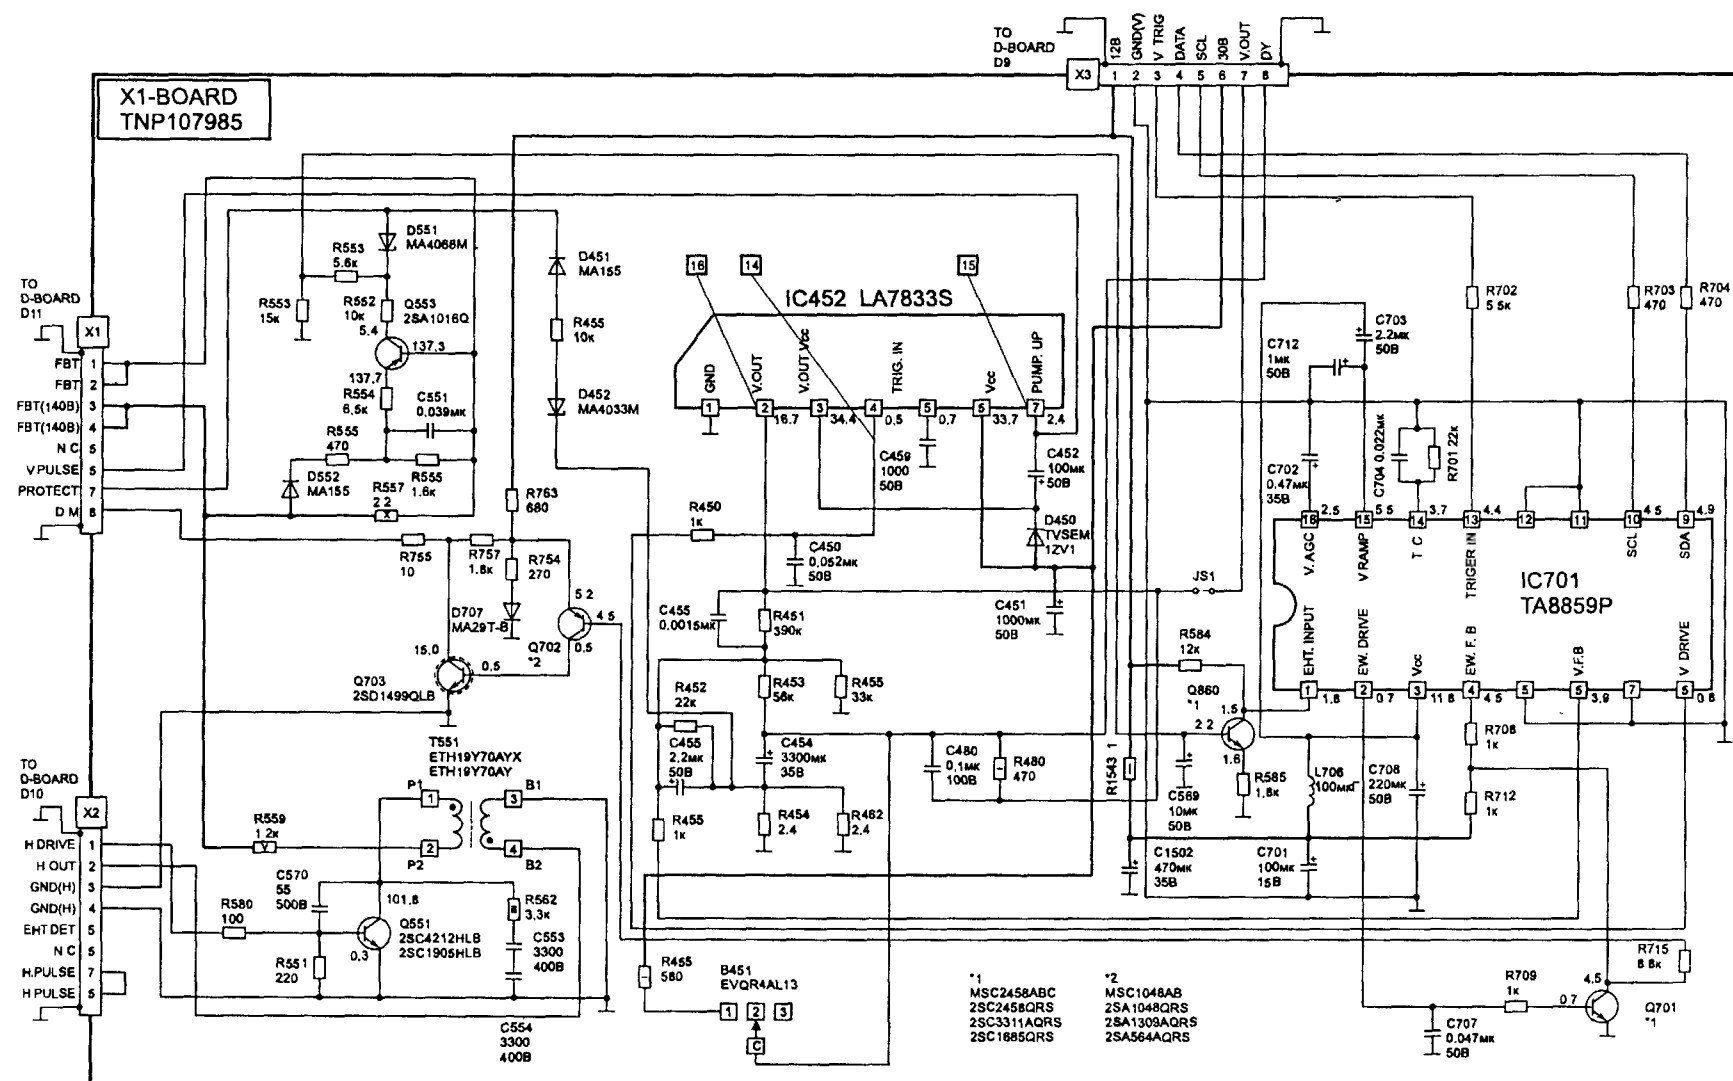
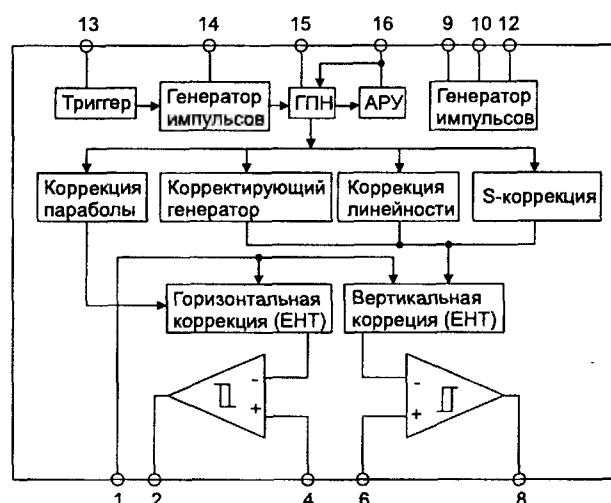

Рис. 4.16. Плата X1
Рис. 4.18. Структурная схема микросхемы TA8859P
Сигнал строчной синхронизации H. DRIVE с выв. 6 IC601 поступает на схему запуска строчной развертки на элементах Q551, T551 (рис. 4.16) по цепи: конт. 1 соединителей A3/D3/D10/X2 → база Q551.
Подушкообразные искажения раstra корректируются методом амплитудной модуляции тока строчной ОС. Сигнал коррекции EW снимается с выв. 2 IC701 (рис. 4.16) и через инвертор Q701 и токовый усилитель Q702, Q703 подается на схему диодного модулятора — катод D721.
Сигнал кадровой синхронизации V. DRIVE с выв. 64 IC601 через соединители A3/D3/D9/X3 поступает на вход схемы коррекции геометрических искажений — выв. 13 IC701 (рис. 4.16) типа TA8859P. Структурная схема микросхемы представлена на рис. 4.18. Кадровые СИ с выв. 13 IC701
Схема построена на интегральной микросхеме IC452 типа LA7833S. Пилообразный сигнал V. DRIVE с выв. 8 IC701 (рис. 4.16) поступает на выв. 4 IC452. Сигнал инвертируется и поступает на выходной каскад, выполненный по двухтактной схеме. Во время первой половины прямого хода кадровой развертки ток через кадровую ОС течет по цепи: +30 В → D450 → выв. 3 IC452 → выв. 2 IC452 → кадровая ОС → общий. Ток через кадровую ОС заряжает конденсатор C454. Отклоняющий ток кадровой ОС второй половины прямого хода обусловлен разрядкой конденсатора C454 по цепи: C454 → кадровая ОС → выв. 2 IC452 → выв. 1 IC452 → общий. Конденсатор вольтодобавки C452 во время прямого хода заряжается через диод D450 от источника +30 В, а во время обратного хода через открытый ключ (внутри IC452) подключается последовательно с источником +30 В к кад-
- ◆ Если ток через кадровую ОС возрастает выше допустимого значения, потенциал с токового датчика R454, R462 (рис. 4.16) открывает стабилитрон D452 и через соединители X1, D11, D2, A2 на выв. 6 IC1213 поступает сигнал высокого уровня PROTECT. Микроконтроллер формирует низкий потенциал на выв. 33, которым открывается Q852 и реле RL801 обесточивается. Сетевое напряжение отключается от телевизора.